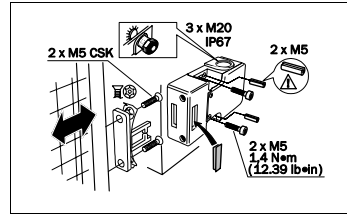

Abb. 1: Montage Sicherheitsschalter
- Sicherheitsschalter mit Schrauben 2 x M5 mit 1,4 Nm anziehen (siehe Abb. 1).